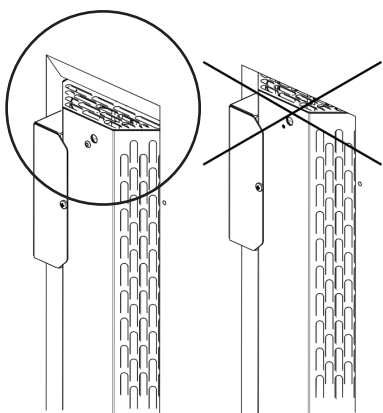
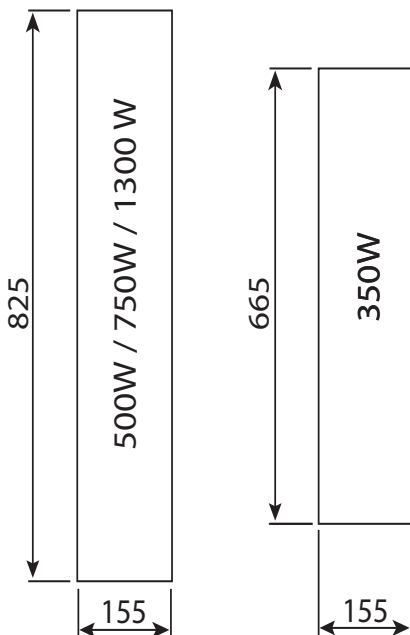

Fig. 1: Lasciare libere le fessure di ventilazione
Fig. 4: Aperture di montaggio irradiatore a infrarossi
- Le fessure di ventilazione in alto e in basso **NON** devono essere coperte (vedi **Fig. 1**)
Osservare **Fig. 1** e **Fig. 4**.